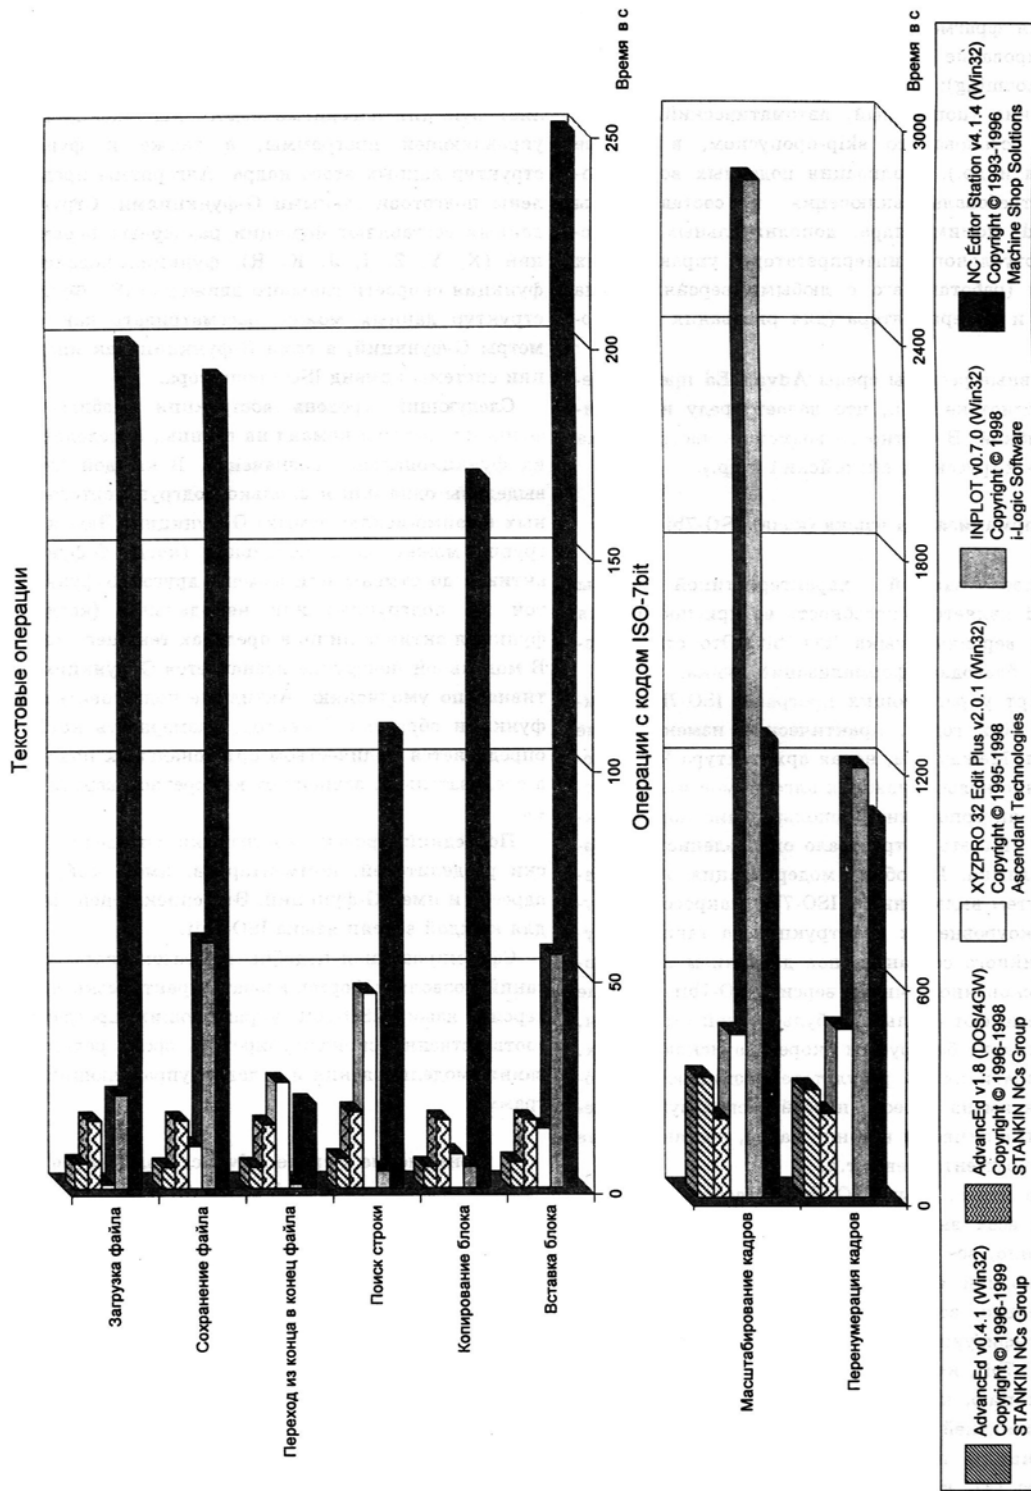

Рис.2. Сравнительные характеристики среды AdvancEd
- Специальные алгоритмы позволяют быстро и эффективно выполнять функции редактирования для очень больших файлов управляющих программ (измеряемых сотнями мегабайт): определение G-вектора, перенумерация кадров; удаление, загрузка, сохранение блока; контекстный поиск строки; сохранение редактируемого файла, переход к концу файла. Анализ показал, что среда AdvancEd находится в этом плане вне всякой конкуренции (см. табл. и рис.2);